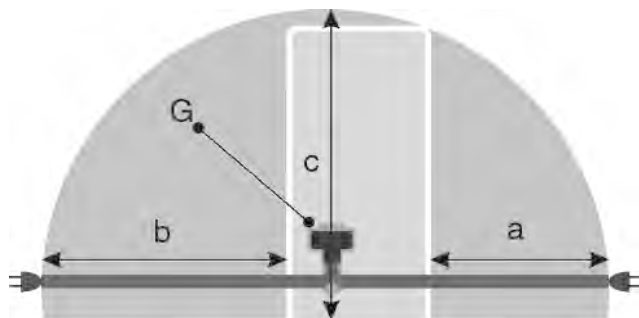

Fig. 27
- Utičnica se nalazi izvan područja bočne strane uređaja u navedenom području Fig. 27 (a, b, c).
- ▶ Utikač uređaja Fig. 27 (G) utaknite na stražnju stranu uređaja. Pripazite da ispravno uskoči.